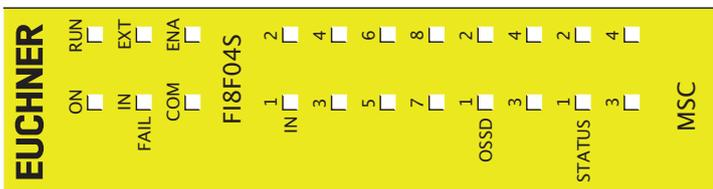

Figure 31:
8.4.4. Module FI8FO4S (Figure 31)